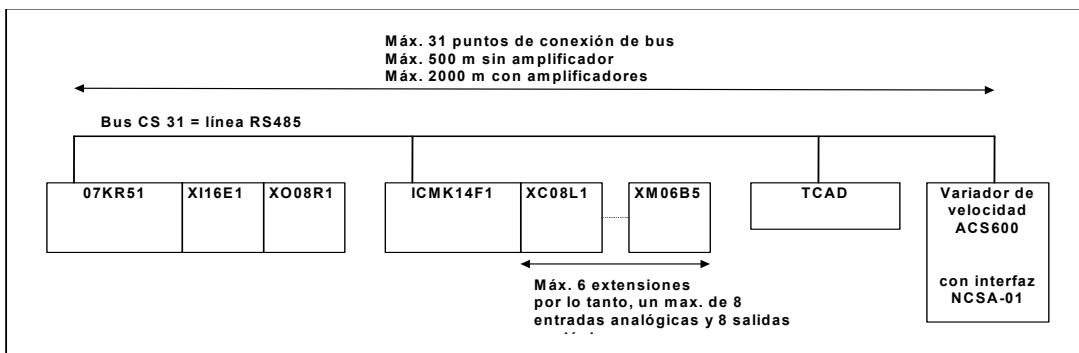

Figura 1-2: Unidad central con extensiones y bus CS 31
- O cualquier otro dispositivo que disponga de una comunicación CS 31 (ver Figura 1-2).